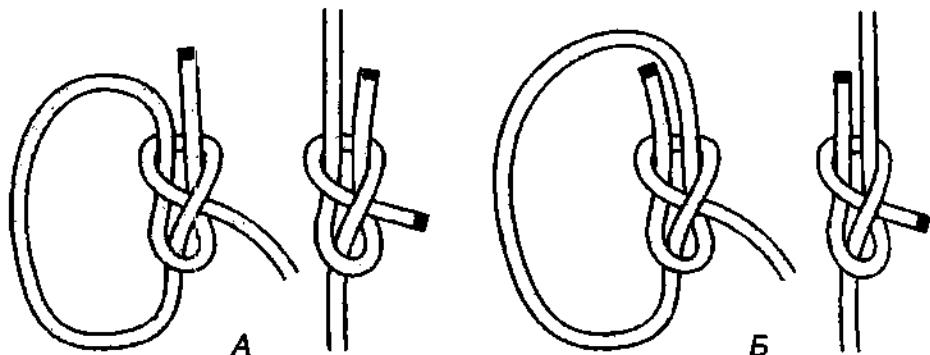

Рис. 328. *Казачий узел* – это *прямой шкотовый узел* (А) или *диагональный шкотовый узел* (Б), ходовой и коренной концы которого образуют рабочую петлю.
*Казачий узел* по крепости не уступает *беседочному узлу*, а лучше его тем, что если ходовой конец зацепится за что-нибудь, то узел сам не раздёргивается, а напротив ещё сильнее затягивается, так как *казачий узел* великолепно выдерживает растяжение плеч. Если тяга у плеч направлена в разные стороны под углом 180°, то узел начинает работать как *шкотовый* (рис. 328). *Казачий узел* очень крепкий, он не ползёт ни на мокрых, ни на обледенелых верёвках. *Казачий узел* уступает *булиню* лишь в том, что он не может быть связан одной рукой и его нельзя привязать к опоре, как *беседочный узел*, если верёвка натянута и находится под натяжением. И ещё один момент – *казачьему и калмыцкому узлам* в большей степени, чем *булиню*, свойственна расслабленность на жёсткой верёвке, сегмен-